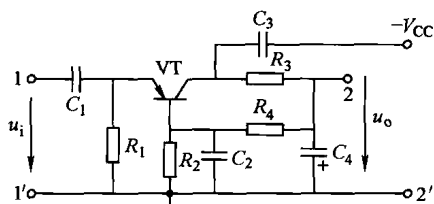

图 2-5 共基极放大电路
3) 共基极放大电路中信号通过耦合电容器在发射极与基极输入,在集电极与基极输出。基极通过旁路电容器交流接地,故基极为放大电路交流信号的公共引脚,如图2-5所示。共基极放大电路主要用在一些高频放大电路中。图中,1—1'是共基极放大电路的信号输入端,2—2'是共基极放大电路的信号输出端, R_2 、 R_4 是偏置电阻, R_1 是发射极电阻, R_3 集电极电阻, C_1 是耦合电容、 C_2 是旁路电容、 C_3 是直流电源退耦电容, C_4 是滤波电容,VT是放大管, V_{CC} 是直流电源。